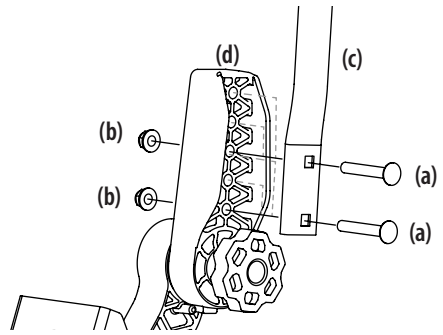

Figura 7
1. Extraiga los dos tornillos de carro (a) y las dos tuercas de seguridad con brida (b) que sujetan la palanca de control de la transmisión de barra de seguridad (c) hasta el regulador de palanca superior (d). Consulte la Figura 7.
2. Mueva la palanca de control de la transmisión de barra de seguridad hasta una de las tres alturas disponibles y sujétela en su lugar con los tornillos del carro y las tuercas de seguridad con brida. Consulte la Figura 7.
6. Si las palancas de control no se alinean después de ajustar la perilla, afloje las tuercas (b), alinee las palancas de control y vuelva a apretar las tuercas. Una vez que se realiza este ajuste fino, las palancas de control se alinearán al usar el ajuste de la perilla. Consulte la Figura 7.